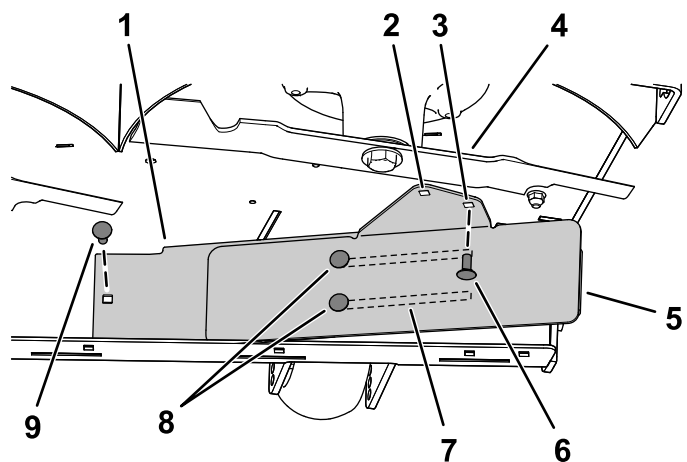

Figura 10
3. Montate il lato sinistro del deflettore utilizzando un bullone a testa tonda ($\frac{5}{16}$ " x $\frac{3}{4}$ ") e un dado ($\frac{5}{16}$ ") come illustrato nella Figura 10.
4. Allentate i 2 bulloni a testa tonda ($\frac{5}{16}$ " x $\frac{3}{4}$ ") nelle scanalature del deflettore e fate scorrere il deflettore fino a quando il foro non è allineato al foro nel piatto di taglio (Figura 10).
5. Montate il deflettore come illustrato nella Figura 10.
Importante: Assicuratevi di utilizzare il foro corretto per il deflettore; fate riferimento a Figura 10.
6. Serrate i 2 bulloni a testa tonda ($\frac{5}{16}$ " x $\frac{3}{4}$ ") nelle scanalature del deflettore (Figura 10).